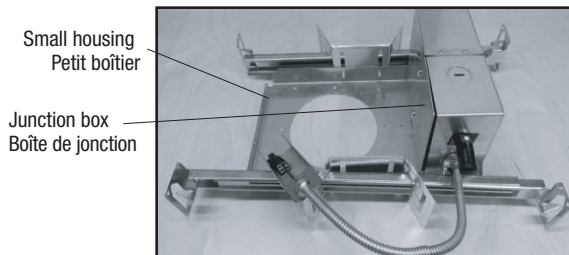

Fig. 1
1. Attach hanger bars (supplied with screws) to the housing (Fig. 1).
3. Open the junction box door and knock-out and install the BX cable supply (Fig. 1).
1. Attacher les barres de suspension (fournies avec les vis) au boîtier (Fig. 1).
3. Ouvrir la porte de la boîte de jonction, retirer la débouchure appropriée et installer le câble d'alimentation BX (Fig. 1).